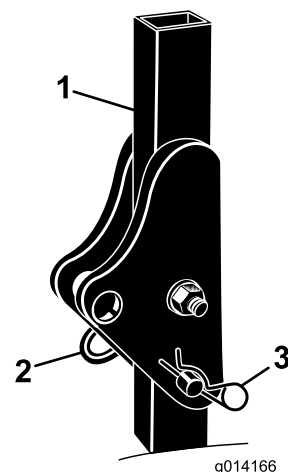

図 3
1. 機体の左右で保護バーからヘアピン・コッターを抜き、ピンを外す (図 3)。
2. ROPS をまっすぐに立ててピンで固定し、ヘアピン・コッターでロックする (図 3)。